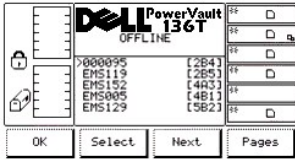

图 50. 命令 > 邮箱 > 导出 > 导出选择对话框
- 1 如果按下**选择**软键下方的按钮，在该项列表的第一项旁边将出现选择光标。请参见图 50。